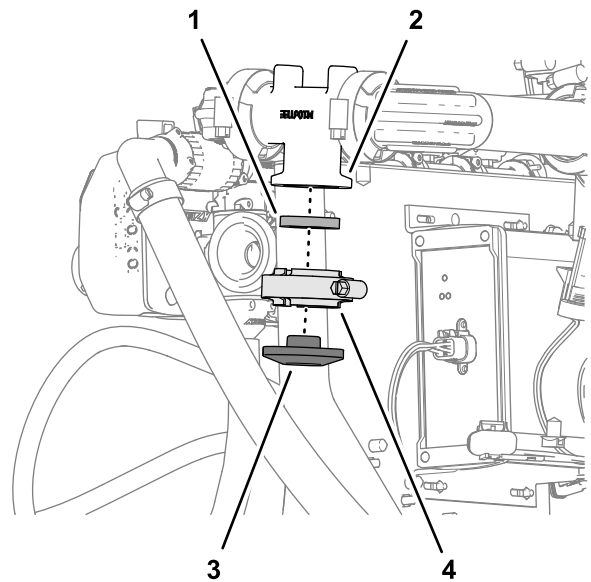

Figura 138
3. Monte a tampa direita na flange do coletor do fluxímetro com a braçadeira de flange e a junta que removeu no passo 2 e aperte a braçadeira à mão (Figura 138).